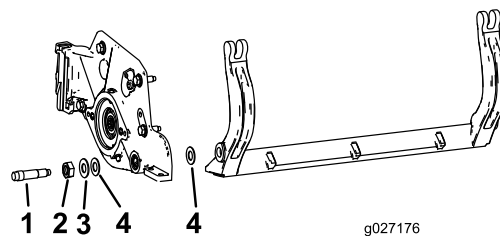

図 31
4. 各ベッドバーボルトを抜いてベッドバーを下に引き抜いて外す 図 31。
注 ベッドバーの両端にそれぞれナイロンワッシャ 2 枚とスチールワッシャが 1 枚ずつあるので注意する 図 31。
注 サイドプレートのボスの両側にナイロンワッシャを入れる。その外側からスチール製ワッシャを取り付ける 図 31。
注 内側のワッシャには遊びがあってもかまいません 図 31。